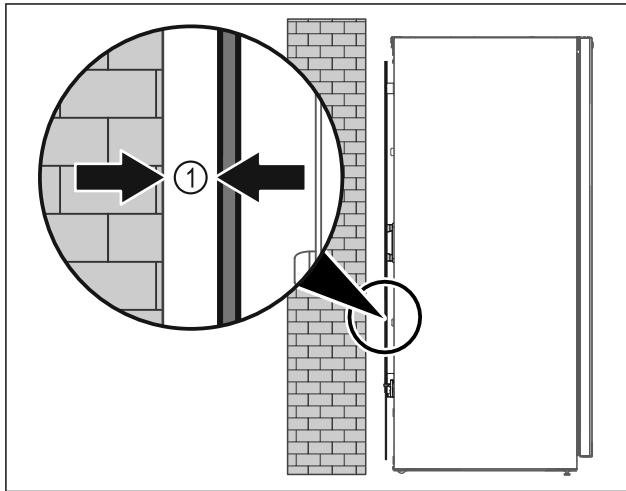

Fig. 47
- ▶ Τοποθετήστε τη συσκευή είτε ελεύθερη στον χώρο είτε απευθείας σε έναν τοίχο σε ελάχιστη απόσταση 5 mm Fig. 47 (1).